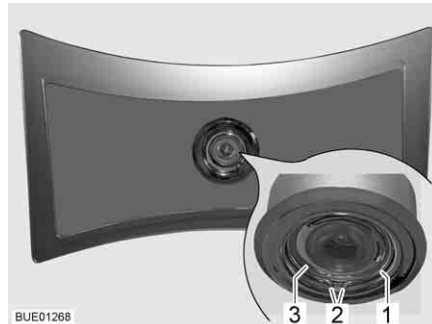

Bild 265 Deckenleuchte
- Federring (Bild 265,1) an den beiden Enden (Bild 265,2) zusammendrücken und abnehmen.
- Gehäuse (Bild 265,3) mit LED aus Leuchte herausnehmen.